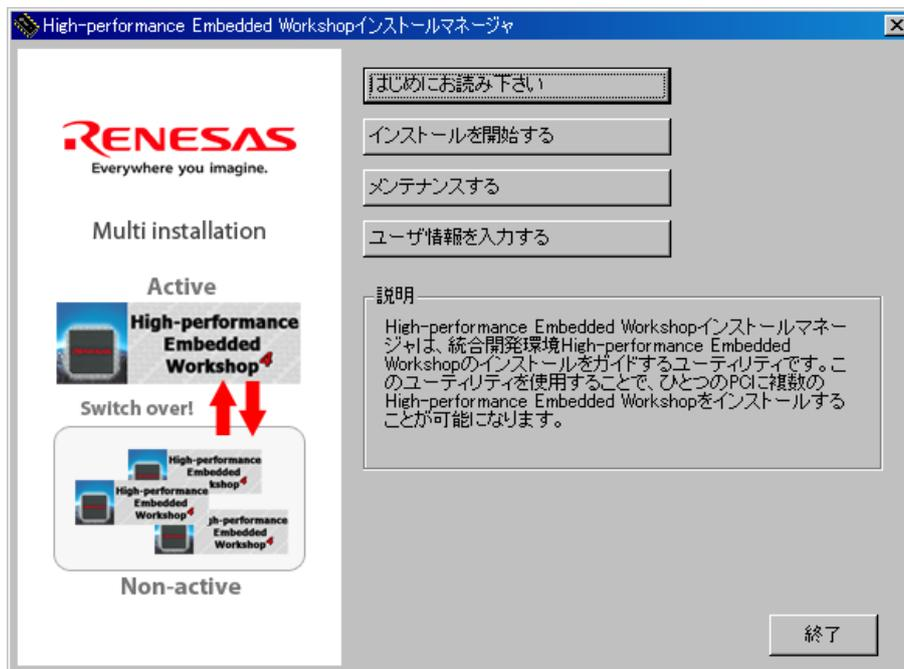

図3.1.4 HEWインストール手順⑤
- ⑤ インストール画面の指示に従ってインストールを継続し、すべてのインストールが終了すると図3.1.4に示すダイアログが表示されますので、“終了”ボタンをクリックします。